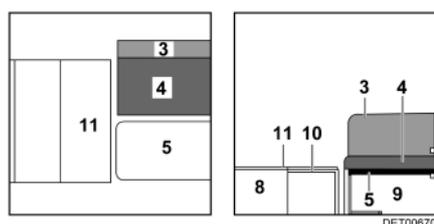

Fig. 47 Durante la transformación
- Plegar hacia arriba el tablero (Fig. 47,11) del banco longitudinal.
- Levantar ligeramente la prolongación del armazón de la cama (Fig. 47,10) del banco longitudinal.
- Extraer la prolongación del armazón de la cama (Fig. 47,10) del banco longitudinal hasta el tope.